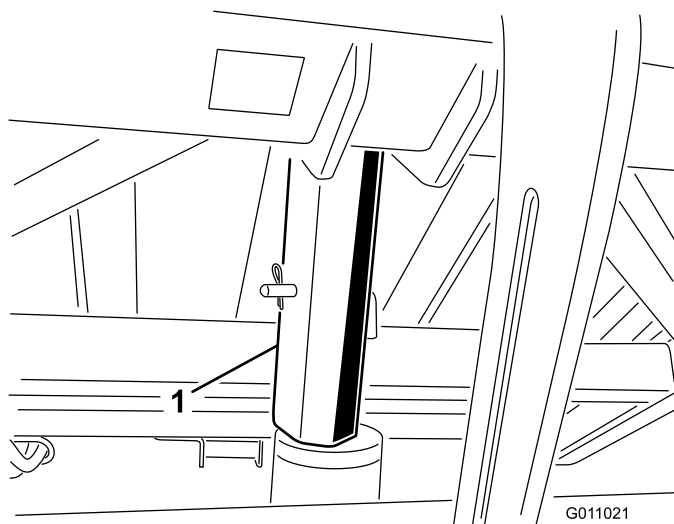

Figura 26
3. Inserite il supporto di sicurezza del cassone nell'asta del cilindro, avendo cura che l'estremità del supporto poggi contro la canna del cilindro e l'estremità dell'asta del cilindro (Figura 26).